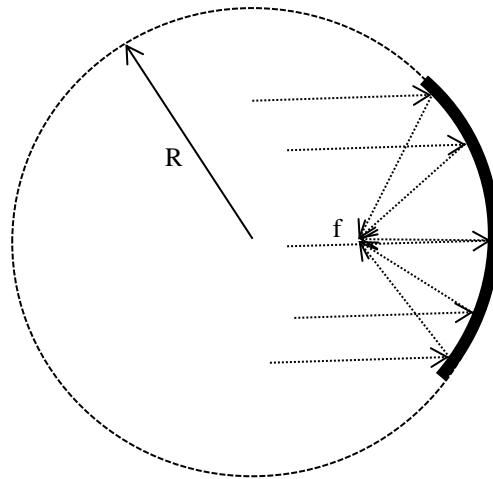

Figura 10.3
11. Marque con un lápiz, en el papel, los rayos incidentes y reflejados. En el punto donde se cruzan los 5 rayos reflejados es el punto focal del espejo, centro óptico, figura 10.3.